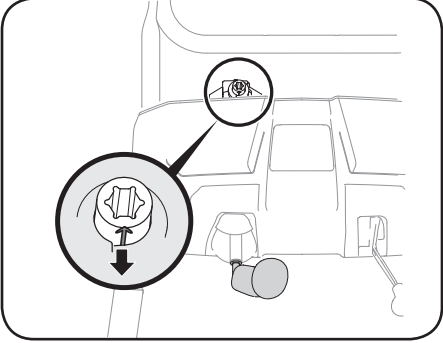

Figure 2-19
5. Pivotez le levier de commande jusqu'à la position de 1 heure pour que la flèche indicateur sur le pignon soit placée vers le haut. Voir la Figure 2-19.